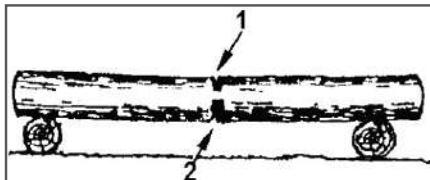

Рис. 16 Пропилы при раскряжевке дерева на двух опорах
- Бревно лежит на двух опорах (Рис. 16). Разгрузочный пропил (1) на 1/3 бревна делается сверху. Основной пропил (2) делается снизу навстречу разгрузочному пропилу.